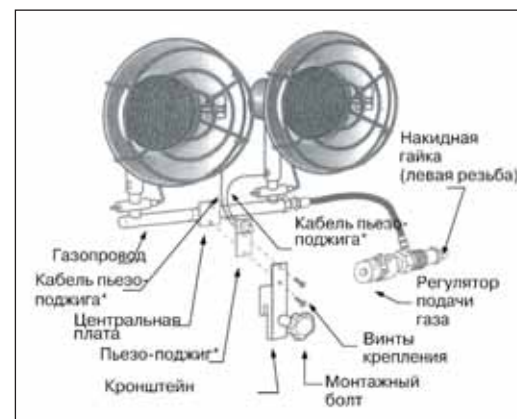

Рис.3. Внешний вид нагревателя. Звездочкой обозначены элементы, присутствующие у моделей с пьезо-поджигом.
4.2. Для моделей с пьезо-поджигом (DLT-ТТ15Р, DLT-ТТ30Р) подключите провода от пьезоэлектрического преобразователя к соответствующим разъемам в камере сгорания (см. рис.3). Обратите внимание, правый и левый кабели различаются.